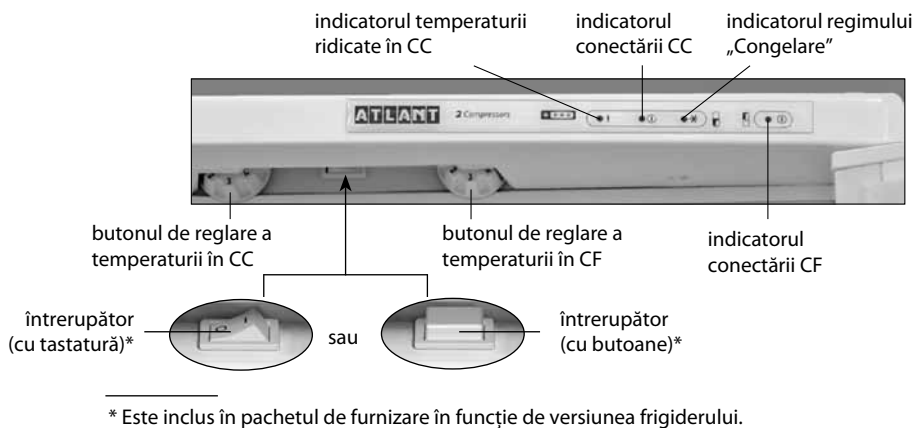

Figura 3 — Masca frigiderului
— **Întreprupătorul (cu tastatură sau butoane)** în conformitate cu figura 3 este proiectat pentru a activa/dezactiva regimul „Congelare” în CC.
2.1.2 Frigiderul are indicatori de lumină în conformitate cu figura 3:
La conectarea frigiderului, pe mască se aprind indicatoarele de conectare a camerelor și indicatorul de temperatură ridicată în CC în conformitate cu figura 3. La scăderea temperaturii în frigider indicatorul temperaturii ridicate se va stinge automat.